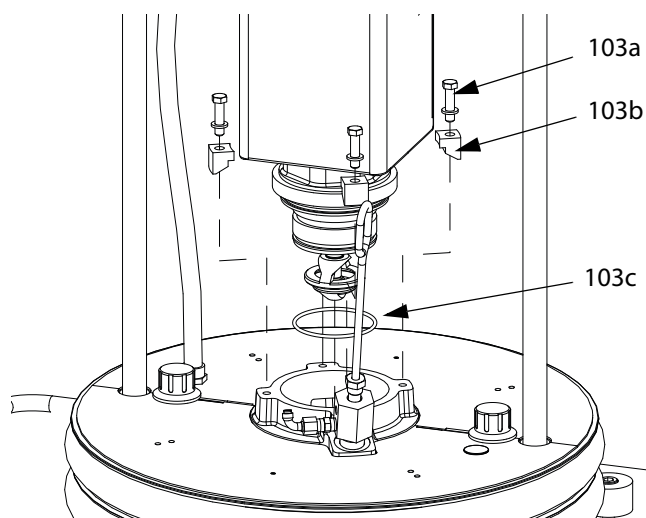

Рис. 41. Монтажный комплект для емкости 208 л
2. Прикрепите насос к опорной емкости с помощью винтов (103а) и зажимов (103b). См. Рис. 41.